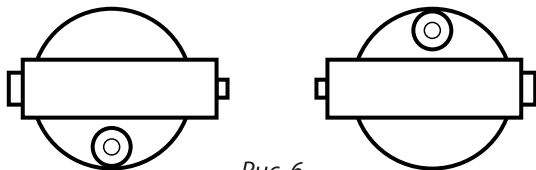

Рис. 6
- С помощью подъемных винтов установите пузырек в центр круглого уровня и поверните зрительную трубу на 180°. Пузырек должен остаться в центре. В противном случае необходимо произвести юстировку (рис. 6).